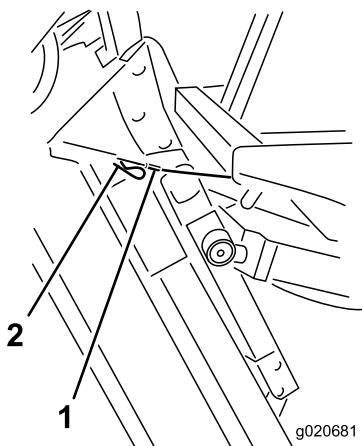

Figura 107
6. Sujetando la carcasa de corte en posición vertical, coloque el extremo del cable sobre el pasador del brazo de elevación de la carcasa y fíjelo con el pasador de horquilla (**Figura 107**).